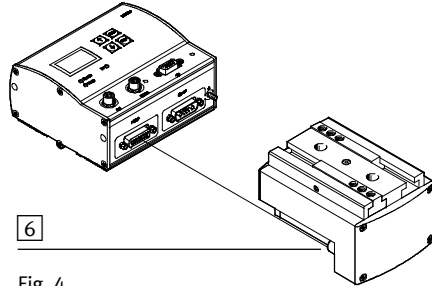

Fig. 4
4. Соединить HGPLE с контроллером мотора на разъеме [6] (→ Fig. 4).